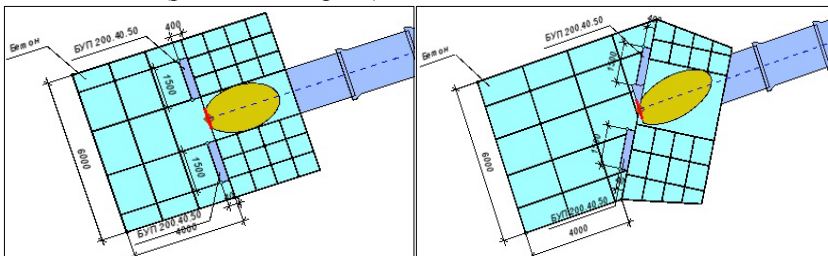

Рис. 10.19
- *Перпендикулярно* – границы укрепления откосов (линии верх-низа) всегда создаются по нормали к продольной оси трубы (рис. 10.19, слева);
- *С учетом угла пересечения* – границы укрепления откосов (линии верх-низа) создаются параллельно трассе АД, ниже русла создается так, чтобы оно сопрягалось с укреплением откоса (рис. 10.19, справа).